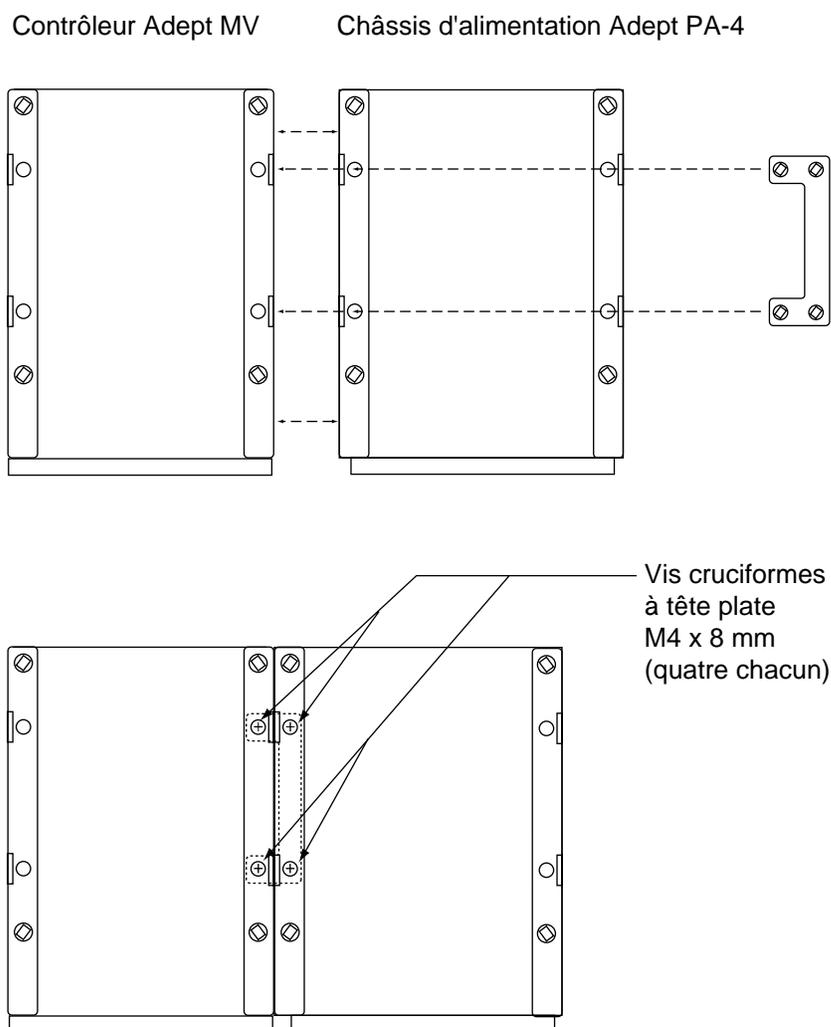

Figure 2-5. Raccordement du châssis d'alimentation et du contrôleur par le fond
3. Placer le support par dessus les pieds des appareils, tel qu'indiqué à la Figure 2-5.
4. Installer les quatre vis à tête plate M4 x 8 mm dans les trous indiqués à la Figure 2-5 pour fixer les supports.